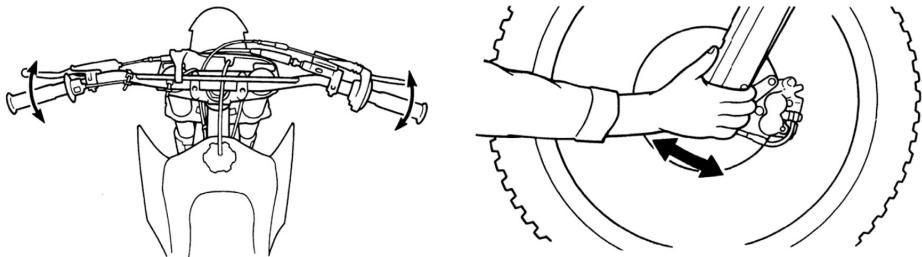

Рисунок 5. Проверка рулевой колонки
2. Встаньте перед питбайком. Возьмитесь за вилку (в районе передней оси) и потяните вилку по направлению к двигателю, и обратно (рисунок 5) несколько раз. Если подшипники изношены, вы почувствуете люфт или даже услышите щелчок / глухой удар.